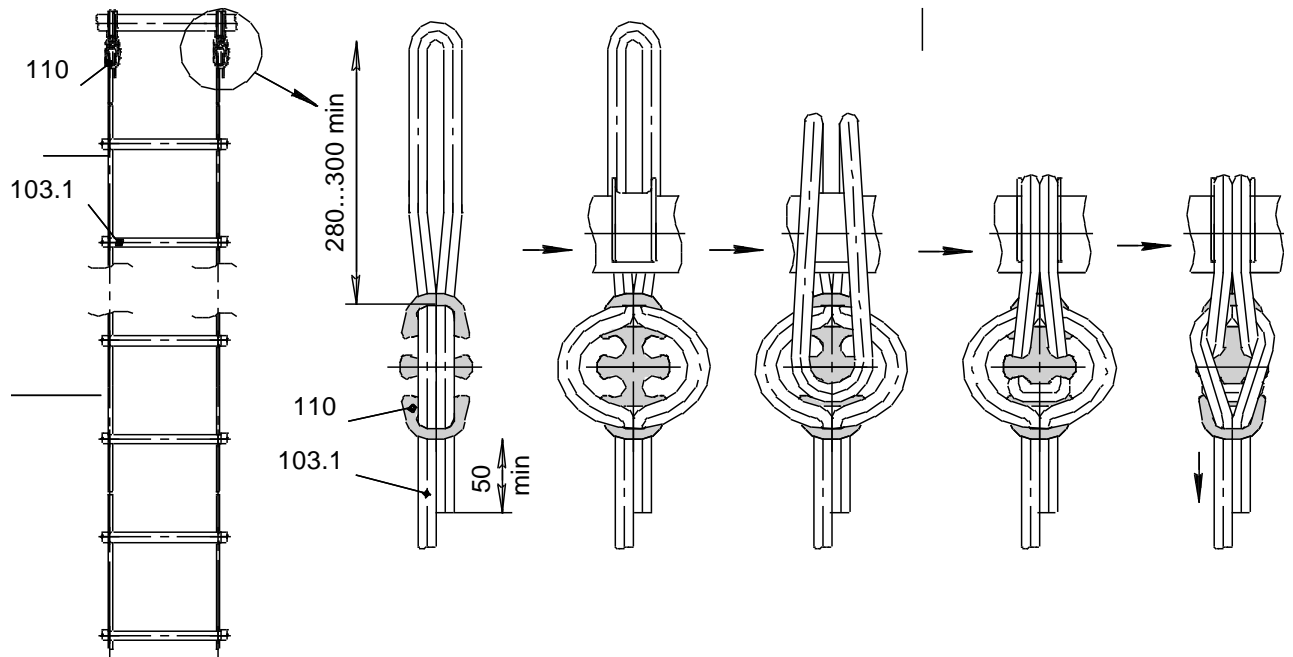

Рис.10
8.6.4 Навесить веревочную лестницу согласно рис. 10.